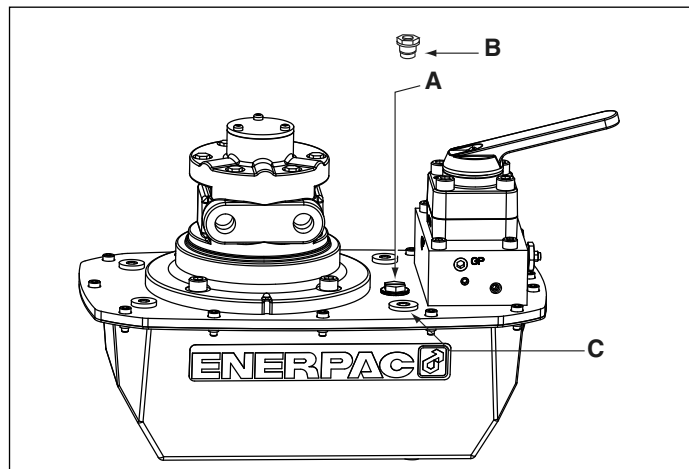
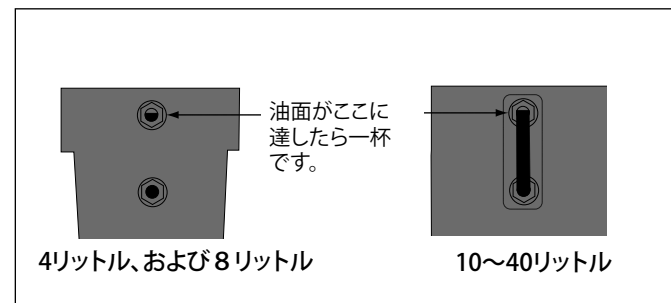

図2、ZA4ブリーザの取り付け
図4
#### 4.1 タンクのブリーザキャップ(図2を参照)
始動前にオイルレベルを確認し、必要であればカバープレートからSAE #10プラグを外してオイルを追加します(図2参照)。オイルレベルがガラスボルトの覗き穴の一番上に達したら一杯です。(図4)
始動前にオイルレベルを確認し、必要であれば補充ポートキャップを外してオイルを追加します。オイルタンクにオイルを追加する前に、シリンダが完全に後退していることを常に確認してください。図2を参照。
6. オイルタンクに新しいEnerpac油圧油を注入します。タンクは、オイルレベルが覗き穴の中央に達したら一杯です (図4参照)